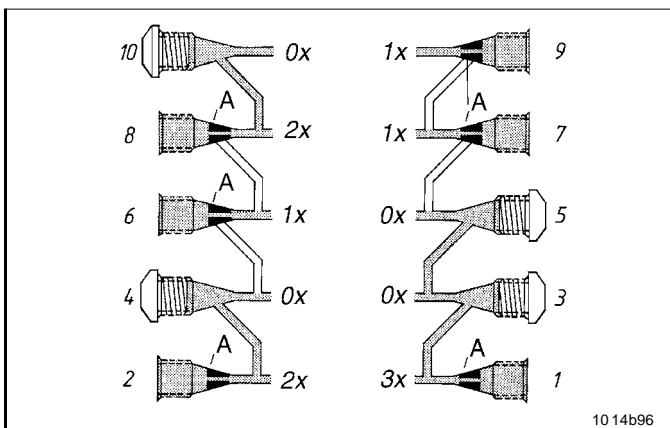

Fig. 29 Débit simple, double et triple
- Sur la Fig. 29, l'orifice de sortie n° 10 est fermé. La quantité de lubrifiant de cet orifice est amenée à la sortie n° 8.
- Si la quantité débitée à la sortie n° 1 doit être triple, fermer les orifices de sortie qui se trouvent au-dessus de l'orifice de prélèvement. Voir sorties 3 et 5 sur Fig. 29.